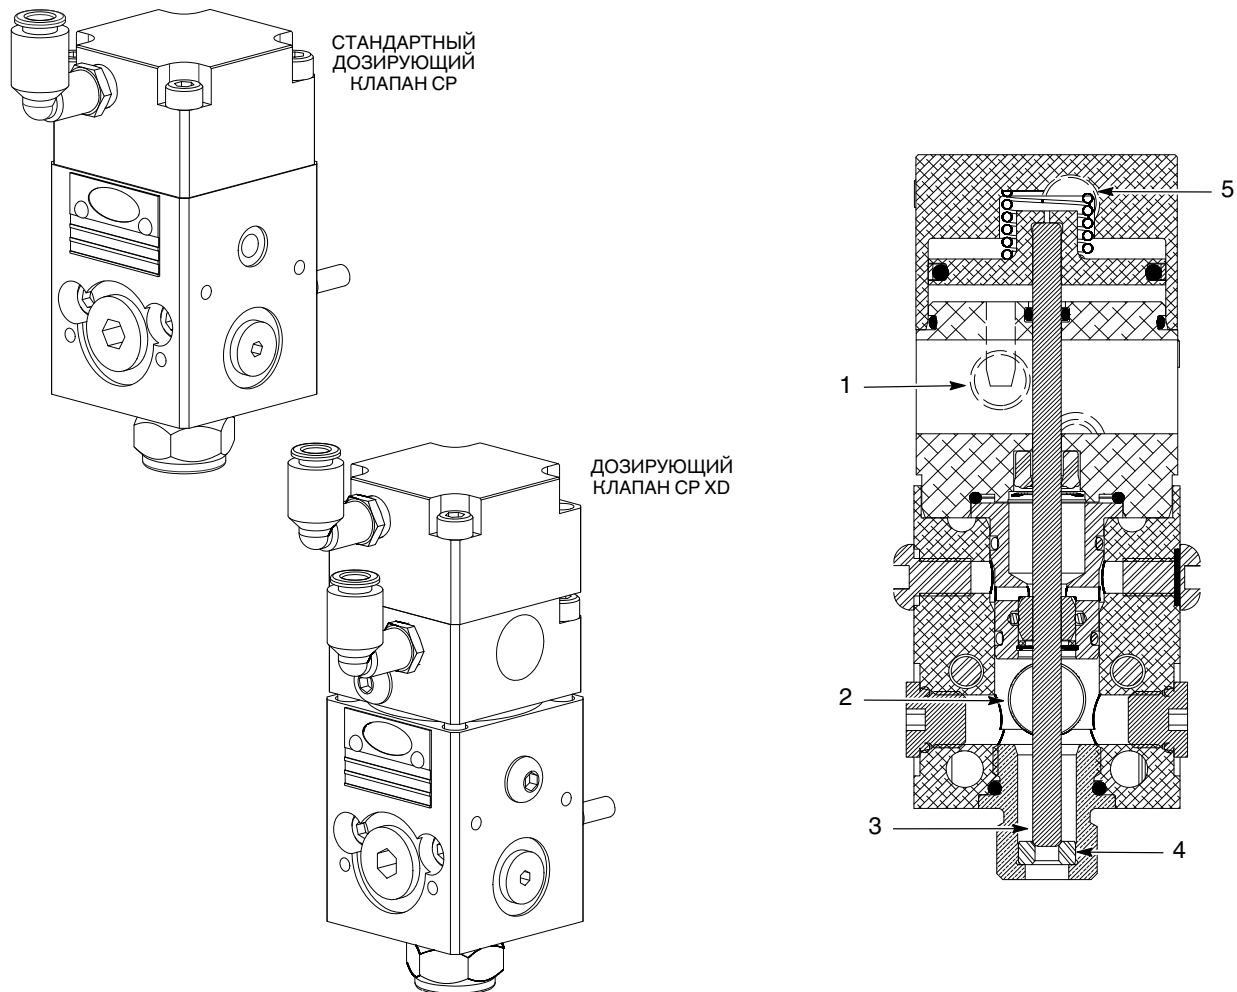

Рис. 1 Типовые дозирующие клапаны Auto-Flo II CP
См. рис. 1. Дозирующий клапан Auto-Flo II CP используется в разнообразных областях применения для нанесения клеев, герметиков и других материалов. Этот клапан, изготовленный из алюминия, характеризуется малым весом и универсальностью.
См. рис. 1. При подаче сжатого воздуха на впускной воздушный патрубок открытия клапана (1) поршень совершает ход вверх, выдвигая стержень (3) из седла (4). Материал поступает во впускной патрубок (2) и выходит из сопла.